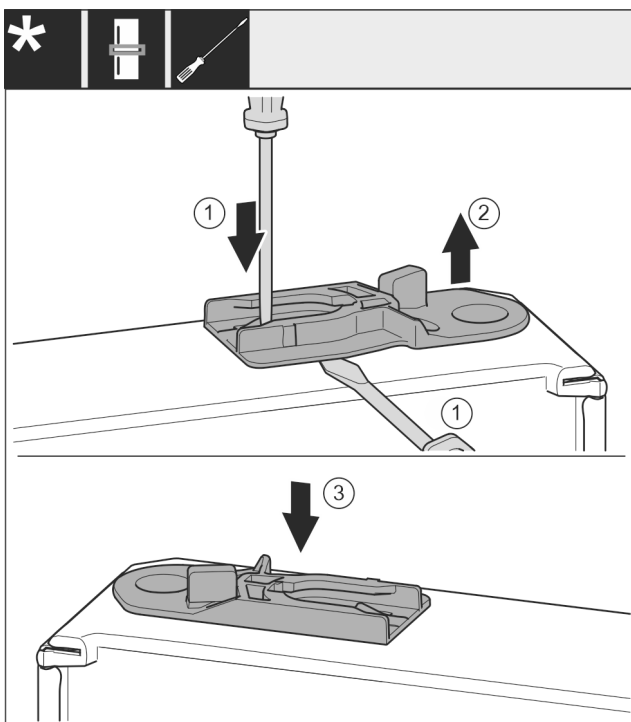

Fig. 34
- ▶ Izvucite čahuru za vođenje: Odvijačem s ravnom glavom pritisnite spojnicu Fig. 34 (1) i istodobno umetnite odvijač s ravnom glavom ispod čahure za vođenje Fig. 34 (2).
- ▶ Gurnite isporučenu čahuru za vođenje Fig. 34 (3) na drugoj strani uređaja.